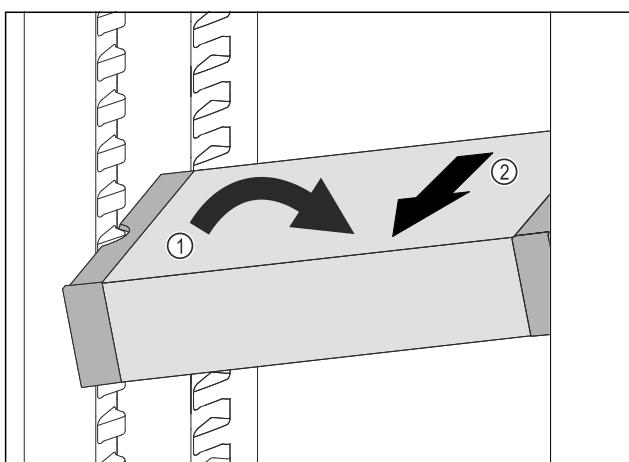

Fig. 122
- Встановити VarioSafe під кутом в охолоджувальному відділенні. Fig. 122 (1)
- Витягнути VarioSafe вперед. Fig. 122 (2)